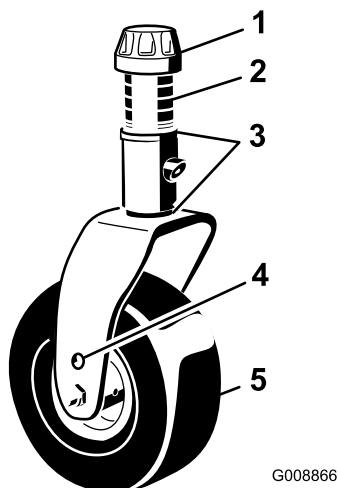

Figura 29
3. Regolate gli spessori (3 mm) sulla forcella (o forcelle) della ruota orientabile, finché l'altezza di taglio non corrisponde al valore riportato sull'adesivo (Figura 29); fate riferimento a Regolazione del passo del piatto di taglio \(pagina 79\).